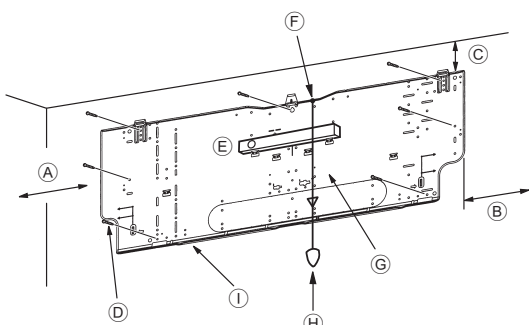
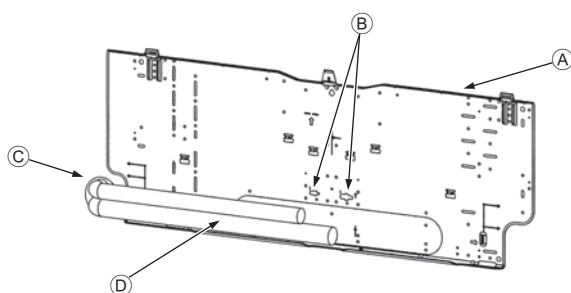

Fig. 3-4
Fig. 3-5
■ PKFY-P-VKM-E (Fig. 3-4)
- ⓓ Vis de fixation (4 × 25) ②
- ⓓ Planche d'installation ①
3.3. Lors de l'insertion des tuyaux dans le mur (Fig. 3-5)
- ▲ Planche d'installation ①